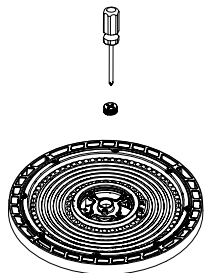

Figura 10
1. Preparación del receptáculo Retirar la tapa de ½ pulgada con un destornillador. (Consulte la Figura 10).